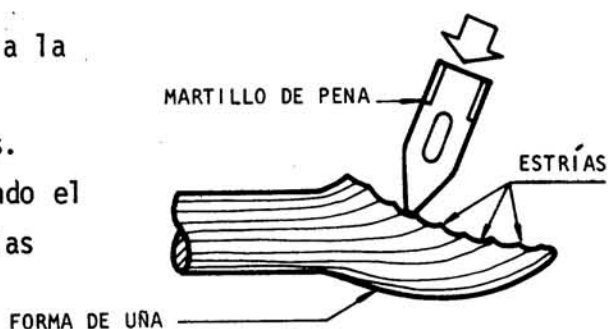

Fig. 1
- c Dé forma de uña utilizando el martillo de pena, dejando las estrías producidas por los golpes (fig. 1).